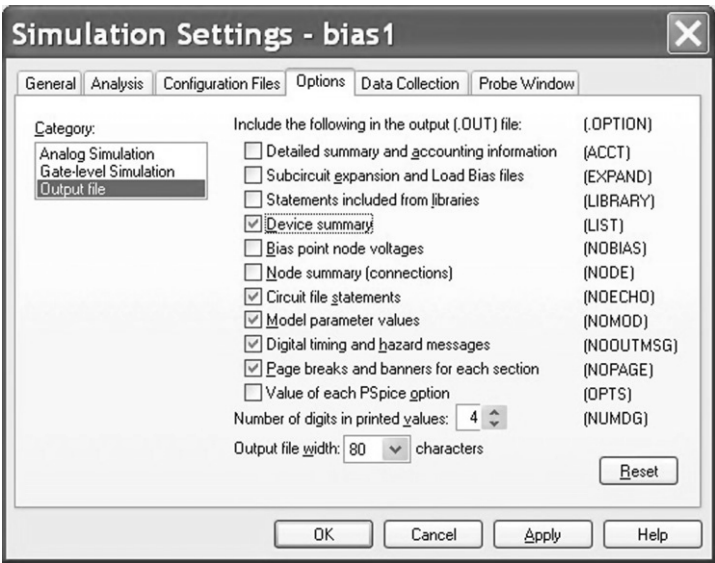

图 2.25 输出文件选项设置
7. 在 **Options** 选项卡中，选择 **Output File** 输出文件并对其进行如下设置：取消 **NOBIAS** 选项，选定 **LIST** 选项（见图 2.25），最后单击 **OK** 按钮进行确定。